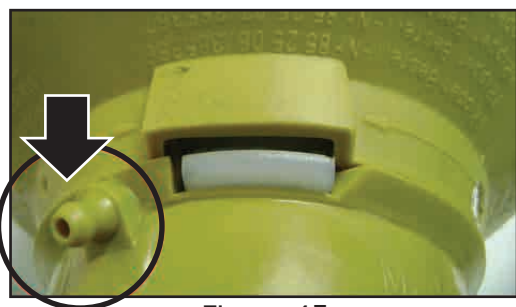

Figura 45
a) Lubrificar no local indicado na figura 45, a cada 10 horas de trabalho de ambos os lados do cardan.